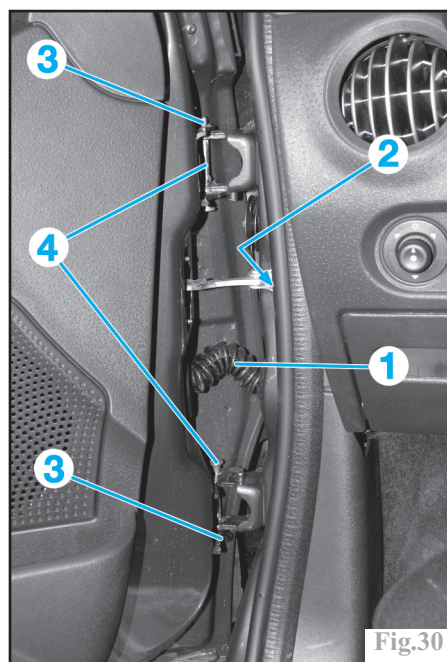

Fig.30
Déclipser et débrancher le connecteur électrique (1) de la porte (Fig.30).